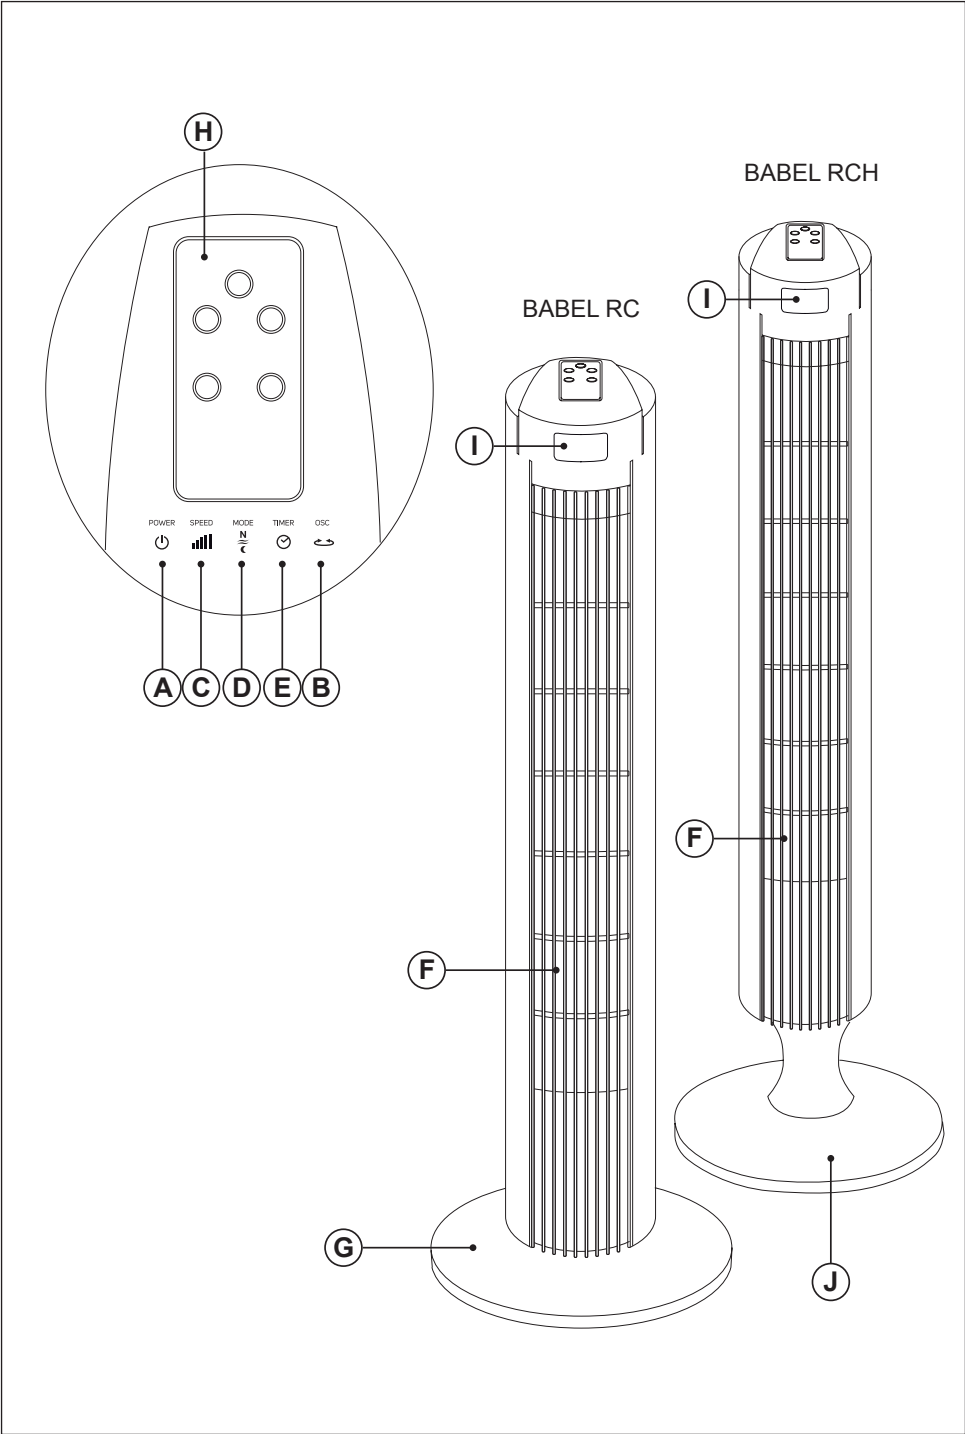

Fig.1
- Juntar las piezas de la base horizontal (Fig.1).
- Juntar las piezas de la base horizontal (Fig.1)